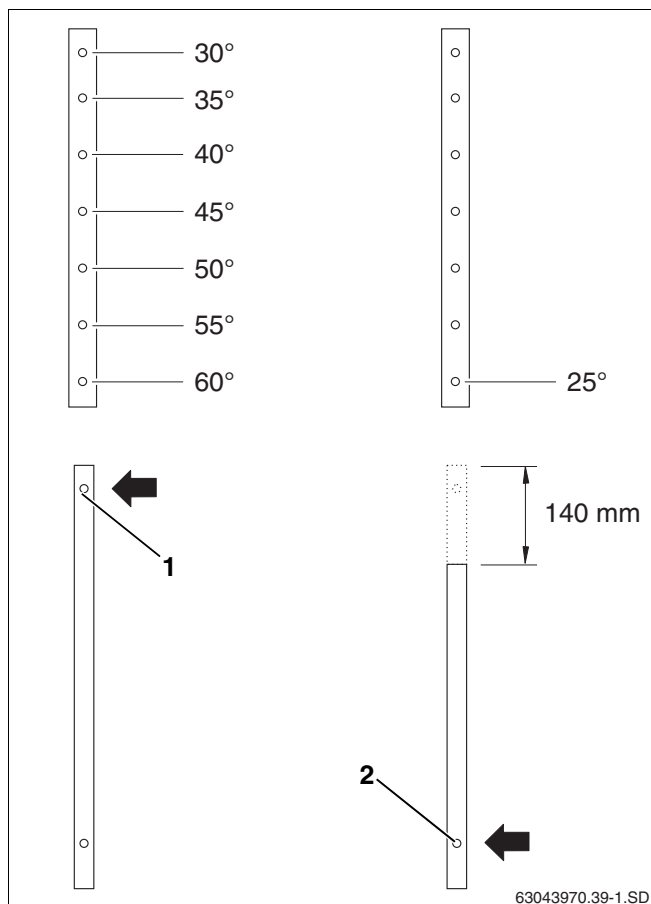
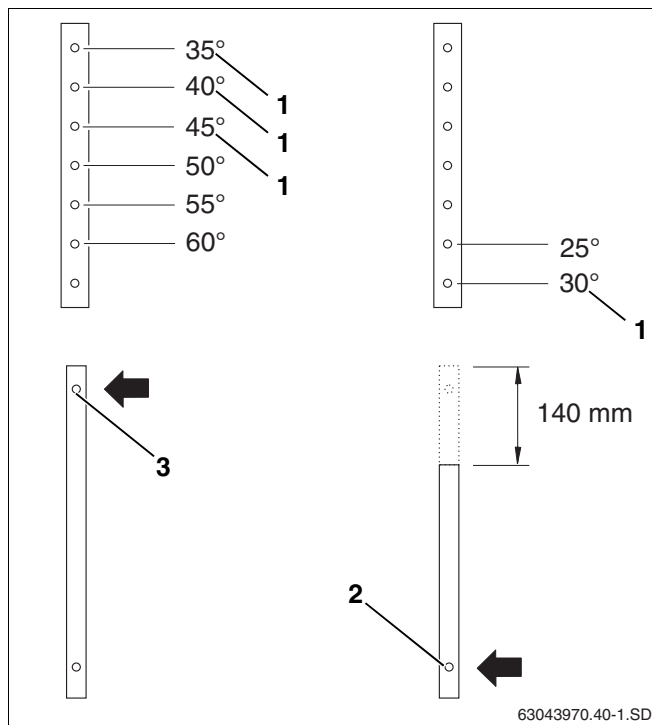

Fig. 12 Regular o ângulo de inclinação para colectores verticais
Fig. 13 Regular o ângulo de inclinação para colectores horizontais
- Seleccionar os furos das calhas telescópicas superiores e inferiores de acordo com a fig. 12 e fig. 13.
Na montagem vertical de colectores com um ângulo de inclinação de 30° a 60°, utilize o último furo em cima da calha telescópica inferior (fig. 12, **item 1**).
Para um ângulo de inclinação de 25°, deve encurtar a parte superior da calha inferior em 140 mm e utilizar o último furo em baixo (fig. 12, **item 2**).
Na montagem horizontal de colectores com um ângulo de inclinação de 35° a 60°, utilize o último furo em cima da calha telescópica inferior (fig. 13, **item 3**).
Para um ângulo de inclinação de 25° e 30°, deve encurtar a parte superior da calha inferior em 140 mm e utilizar o último furo em baixo (fig. 13, **item 2**).
- Na montagem em fachadas, apenas se podem utilizar as posições para os ângulos de inclinação dos colectores de 30°, 35°, 40° e 45° (fig. 13, **item 1**).